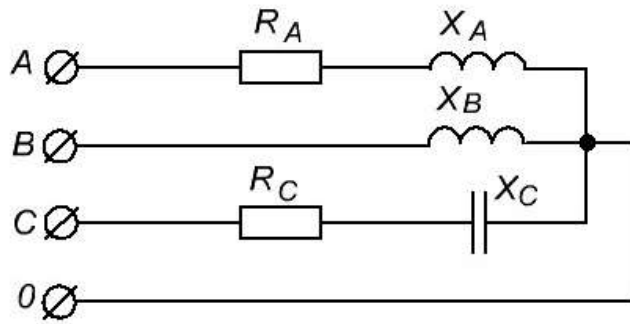

Рисунок 10 – Схема несимметричной звезды
1. В соответствии с исходными данными составляем схему трехфазной электрической цепи (рисунок 10): действительная часть комплексного сопротивления – резистор соответствующего сопротивления, мнимая часть – реактивное сопротивление (если перед мнимой частью стоит знак «+», то сопротивление носит индуктивный характер, если знак «-» – емкостный).